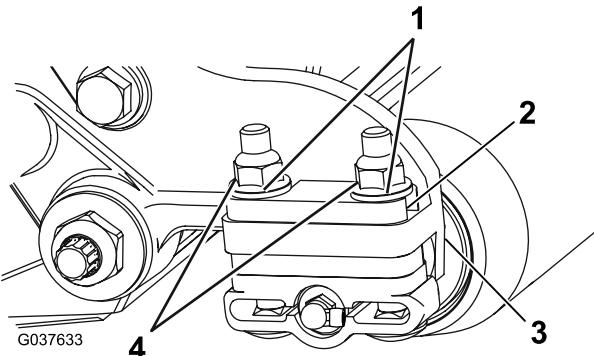

図 4
9. 各ローラブラケットをサイドプレートに固定している2本のフランジロックナットとワッシャを外す図4。